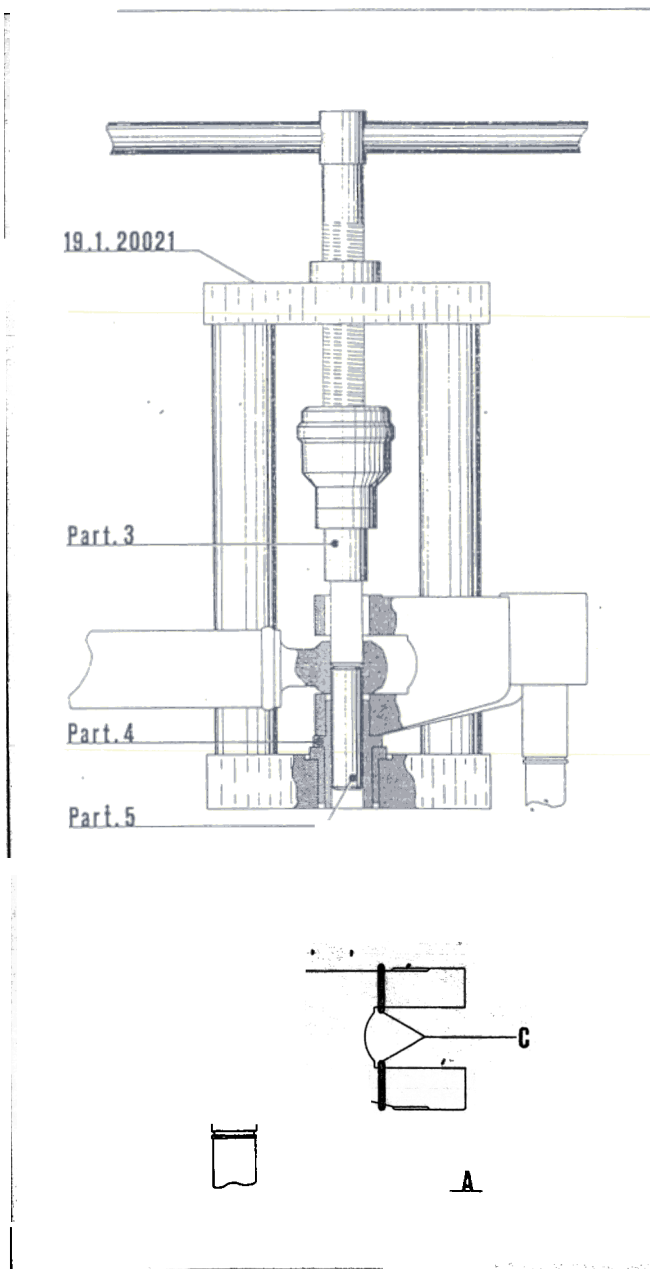

Fig. 20 R
## Montaje del eje (Fig. 20 R)
- Quitar de la herramienta 19.1.20021, la pieza 5, de guía que ha sido expulsada parcialmente en la fase anterior del montaje del eje (Fig. 20 R), dejando instalado el particular 4 (Fig. 21 R).
- En este momento retirar las las piezas separadoras (part. 17, fig. 22 R) después de haber llenado completamente con grasa (1) el espacio comprendido entre los casquillos, el tubo de dirección y el buje oscilante, desplazar los anillos guarda-polvos hasta colocarlos en posición correcta (fig. 20 R, detalle -A).